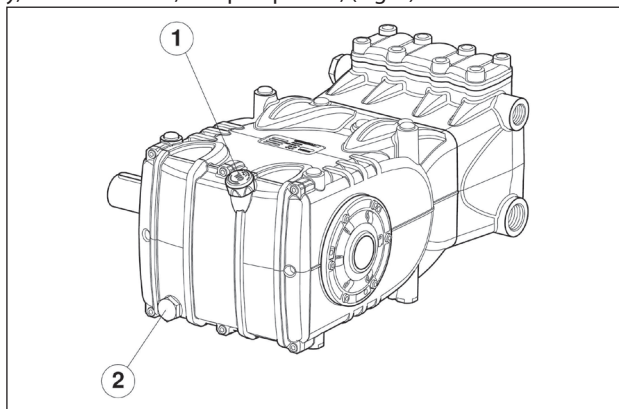

Fig. 1
Las operaciones de reparación de la parte mecánica deben ser realizadas después de haber retirado todo el aceite del cárter. Para vaciar el aceite, quitar: la varilla del nivel de aceite pos. ① y, a continuación, el tapón pos. ②, (Fig. 1).